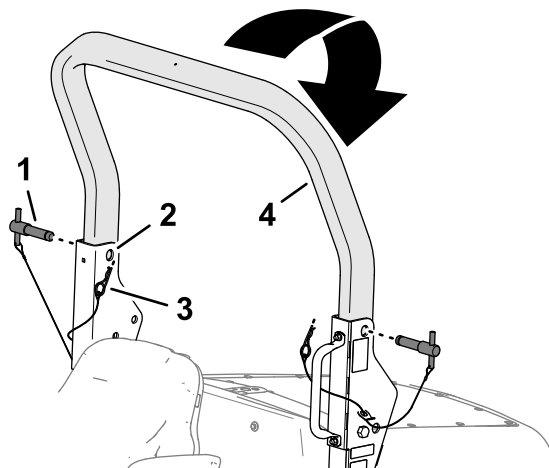

Figure 29
2. Retirez les goupilles fendues des axes de l'arceau de sécurité dans les supports de pivot du cadre (Figure 29).
3. Soutenez le poids de la partie supérieure de l'arceau de sécurité pendant que vous retirez les axes des supports de pivot (Figure 29).